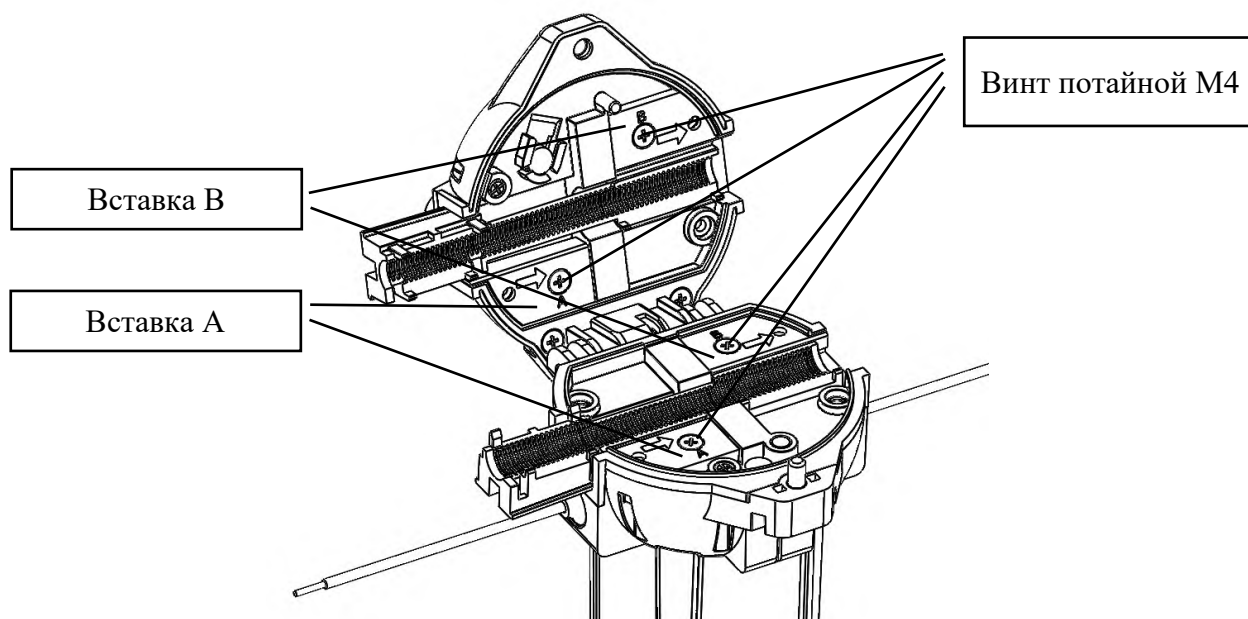

Рис. 2 – Демонтаж вставки А и вставки В.
3. Снять вставки А и В (по 2 шт.) (рис. 2).